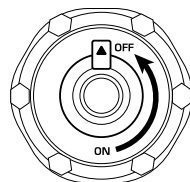

Fig. 4
6. Nadat de generator is gestopt en voldoende is afgekoeld, sluit u het ontluichtingsventiel op de brandstoftankdop door dit in de stand „OFF” te zetten, zoals weergegeven in afb. 4.